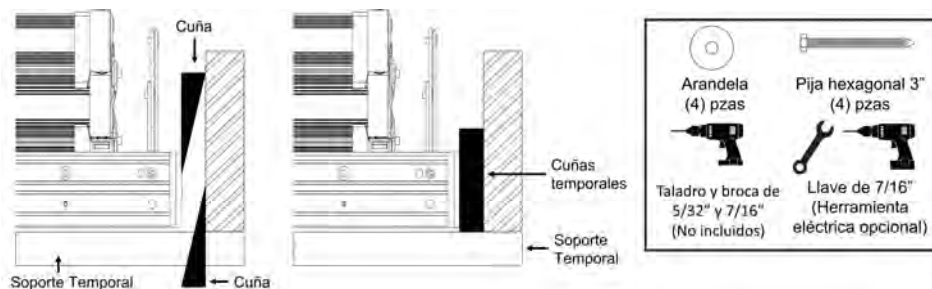
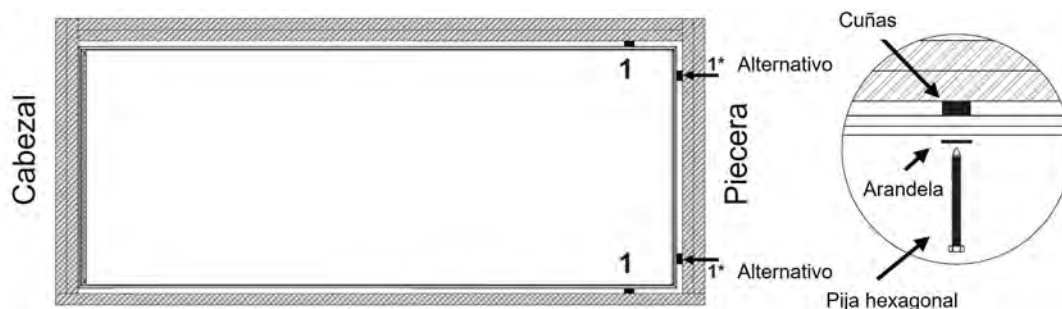
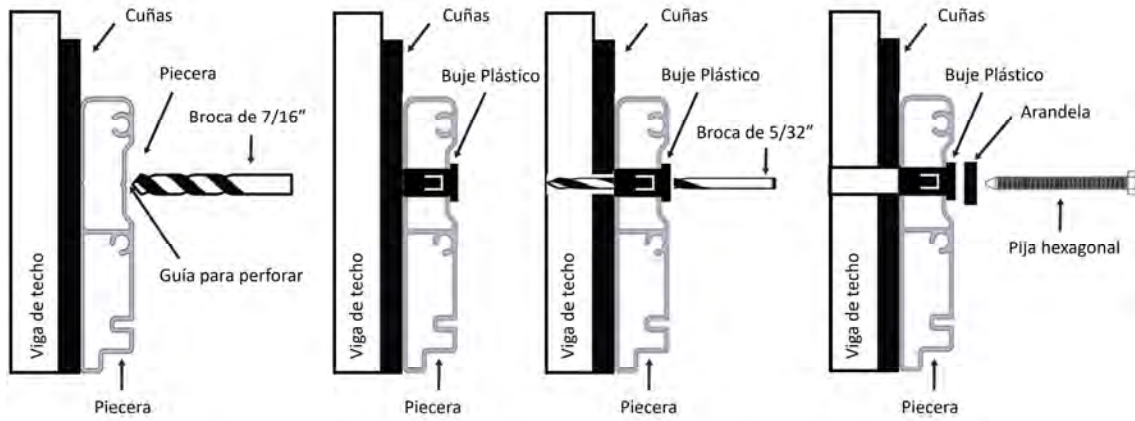

FIGURA 16 : COLOCACIÓN DE CUÑAS EN MARCO LATERAL
FIGURA 17 : PERFORANDO Y ASEGURANDO PUNTOS DE FIJACION EN MARCO LATERAL
FIGURA 18: INSTALACIÓN ALTERNATIVA (VER NOTA EN SECCIÓN N)
Nota: Partes extra (Bujes Plásticos, Arandelas y Pijas hexagonales) se incluyen para puntos de instalación alternativos. (Ver Figura 3 , Figura 17 y Figura 25)
N. Instalador #1 y #2: Coloque cuñas desde arriba y desde abajo (ver **Figura 16**) en los 2 orificios pretaladrados en la posición 1 indicados en la **Figura 17**. Las cuñas deben brindar un soporte uniforme para que el marco de aluminio no se tuerza ni se doble. Taladre orificios guía de 5/32" de diámetro por 3" de profundidad en la viga del techo a través de los bujes plásticos de la posición 1, en cada lado. Instale las dos pijas hexagonales para asegurar la escalera del ático.
Si se usan las posiciones alternativas. Taladre 2 orificios con una broca de 7/16" desde el interior de la escalera **solo a través del perfil de la piecera de aluminio** (Ver la **Figura 18**) y céntrelos en el lugar donde colocó las cuñas en la piecera en la Sección J. **En este punto, las cuñas de la piecera se convertirán en una parte permanente necesaria de la instalación.** Posteriormente, instale bujes plásticos siguiendo los mismos pasos que en la Sección B. Ver la **Figura 17 y Figura 18**. A continuación, taladre orificios de 3" de profundidad a través de los bujes plásticos, las cuñas y las vigas del techo. Finalmente, instale dos pijas hexagonales y dos arandelas en cada ubicación de la piecera para asegurar la escalera del ático. (Ver **Figura 18**)